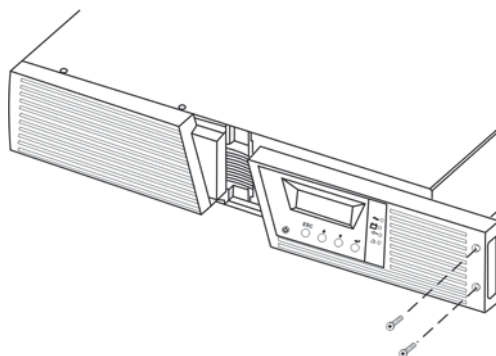

Bild 2. Front
- Lossa frontpanelen genom att skruva ut de två skruvarna och för fronten mot höger, se bild 2.